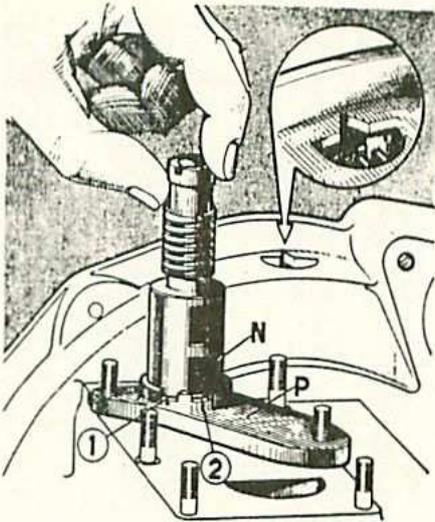

Fig. 22. — Utilisation de l'outil Wilmonda DEG
Utiliser l'outil Wilmonda DEG (fig. 22).
- Poser la plaque Wilmonda DEG (P) (fig. 22) sur des goujons du carter moteur, comme indiqué par la figure.
• Mettre le volant au PMH. L'une des lumières (N) du dépresseur doit coïncider avec la découpe repère (2) de la plaque, sinon, il faut refaire le calage du dépresseur.